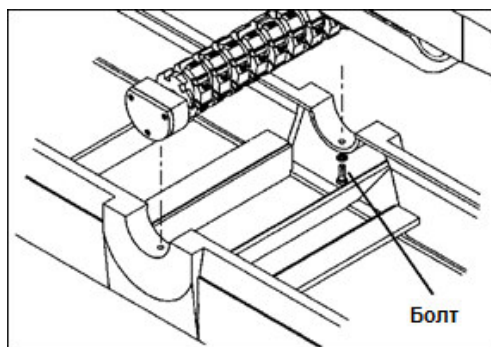

Рис. 26
5. Ослабьте два болта, крепящие ножевой вал к станине. Они находятся с внутренней стороны подшипниковых опор, как показано на Рис. 26.